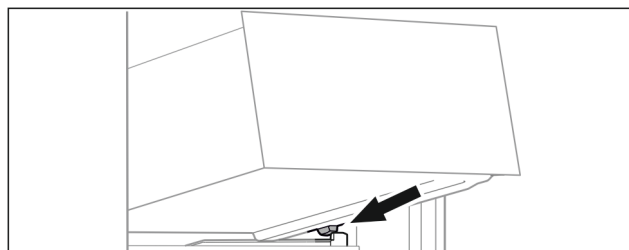

Fig. 69
- ▶ Stavite ladicu ukoso iza zaustavljača na žlijeb spremnika. (pogledajte Fig. 69)